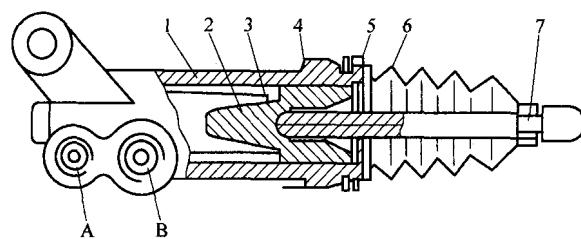

图 1-5 离合器工作缸结构
(2) 离合器工作缸 离合器工作缸结构如图 1-5 所示，工作缸内装有活塞、皮碗、推杆等，缸体上还设有放气螺塞。当管路内有空气存在而影响操纵时，可拧出放气螺塞进行放气。工作缸活塞直径为 22.2mm，主缸活塞直径为 19.05mm，由于工作缸活塞直径略大于主缸活塞直径，故液压系统稍有增力作用，以补偿液流通道的压力损失。